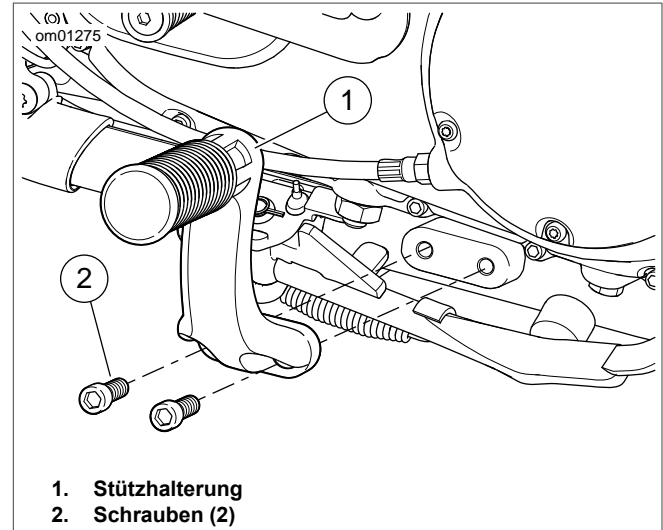

Abbildung 38. Mittig montierte Fahrerfußrasten-Baugruppe
4. **XL-Modelle mit mittig montierten Bedienungselementen:** Siehe Abbildung 38. Die Schrauben ausbauen
9. **XL-Modelle mit mittig montierten Bedienungselementen:** Siehe Abbildung 38. Die Schrauben ausbauen und die Fahrerfußrastenhalterung von der linken Seite des Fahrzeugs entfernen.